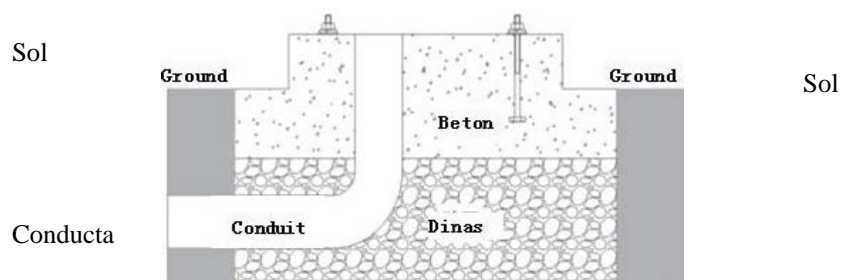
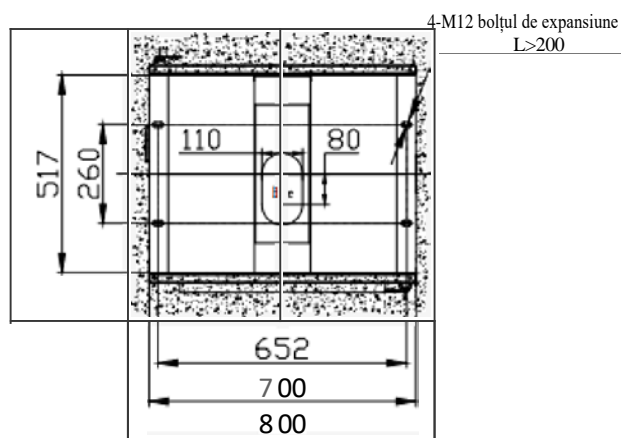

Figura 7.2.1 Schita de constructie
Figura 7.2.2 Dimensiune instalare beton
- (1) Statia de încărcare trebuie instalata pe coloana de ciment care va fi îngropată în pământ în mare parte pentru a asigura o funcționare sigură și stabilă, cu referire la Figura 7.2.1.
- (2) Linia de intrare a statiei de încărcare intră de jos și se va rezerva suficient spațiu în interiorul coloanei de ciment.
- (3) Se vor folosi patru șuruburi de expansiune pentru a fixa statia de încărcare pe coloana de ciment, iar dimensiunea șurubului va fi determinată de dimensiunea instalării și pe baza cerințelor de la fața locului. Vă rugăm să consultați figura 7.2.2, diagrama 7.2.2 și diagrama 7.2.3 pentru dimensiunea specifică.
- (4) În timpul instalării, se va asigura o distanță suficientă între statia de încărcare și perete. Distanța de instalare dintre ușa din spate a statiei de încărcare și perete nu va fi mai mică de 700 mm, iar distanța dintre fața laterală a statiei de încărcare și perete nu trebuie să fie mai mică de 700 mm.
- (5) Copertina se construiește împreună cu statia de încărcare.
- (6) Metoda de instalare de mai sus este doar un exemplu de referință. Metodele de instalare relevante vor fi alese în funcție de situația reală la fața locului. Vă rugăm să consultați instrucțiunile de construcție pentru detalii.
- (7) Pentru liniile de intrare, se recomandă cablurile specificate. Consultați diagrama 7.2.1 pentru detalii: Diagrama 7.2.1 Specificatii cabluri